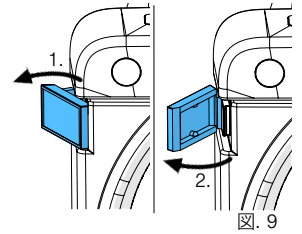

図. 9
- ・開戸錠を開いてください（図9）。
- 開戸錠を開いてから（図9）、扉を外して、傍らに置いてください。
- 研削台 (5) の最先端部をボールヘッドの上方に引っ張り上げてください。
- 開戸錠を開いてから（図9）、扉を外して傍らに置いてください。
- ネジ付き引き抜きハンドル (11) をフランジにはめて、フランジ (23) が外れるまで回してください。